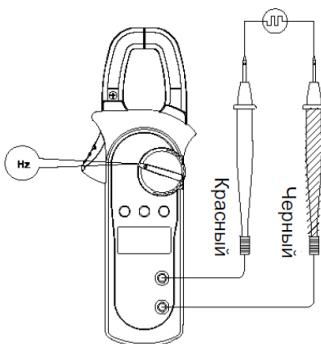

Рисунок 7
E. Измерение частоты (см. рисунок 7)**⚠ Предупреждение**